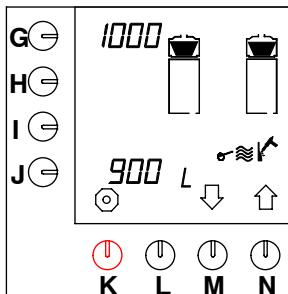

Fig. 18 Contador de descalcificación del sistema de preparación de café
- El contador de descalcificación aparece en el display, vea fig. 18.